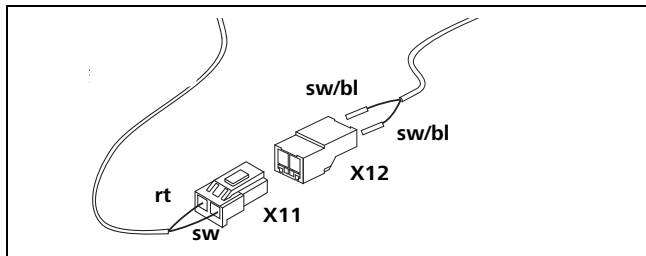

Fig. 39 Cablaggio del sensore di temperatura ambiente
V. Fig. 39 e schemi elettrici: